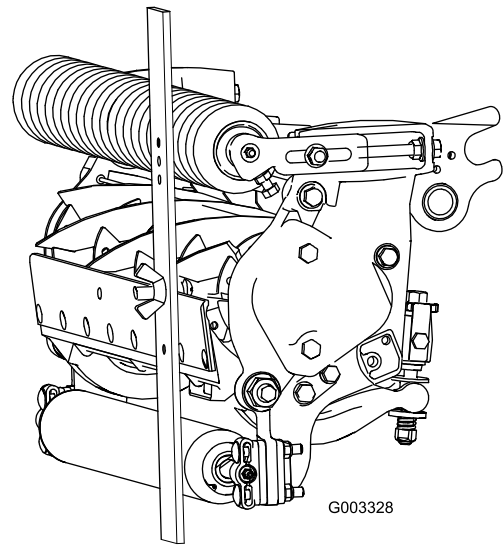

Bild 18
3. Haken Sie den Schraubenkopf an die Schnittkante des Untermessers ein, und stützen Sie das hintere Ende des Trägers auf der Heckrolle ab (Bild 18).
4. Drehen Sie die Einstellschraube, bis die Frontrolle die Messlehre berührt (Bild 18). Stellen Sie beide Enden der Rolle ein, bis die ganze Rolle parallel zum Untermesser ist.